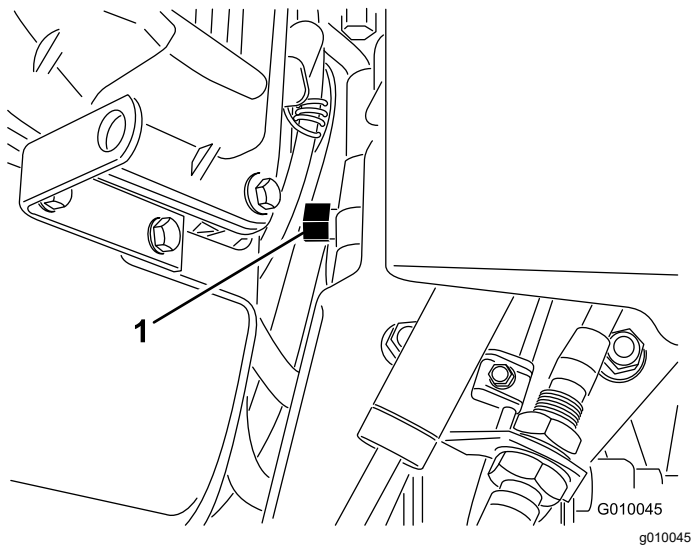

图 29
- 找到发动机与静液压泵之间的旁通阀图 29。
- 使用 16mm 扳手将旁通阀逆时针旋转 1 圈。这样可以让液压油从泵旁通过令车轮可以转动图 29。
5. 要再次操作机器请将旁通阀顺时针旋转 1 圈图 29。